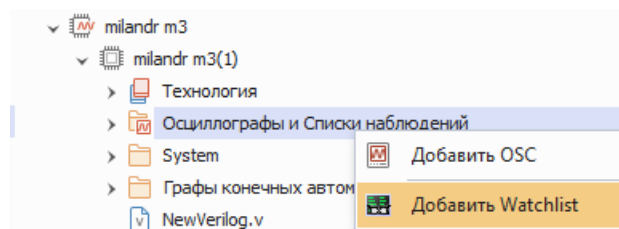

Рис. 39 Добавление списка наблюдений
2. Вызовите контекстное меню с узла «Осциллографы и Списки наблюдений» и выберите пункт «Добавить Watchlist», см. Рис. 39.